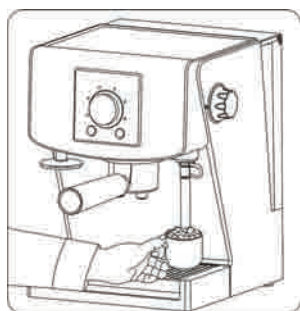

Рис. 8
- 10.6. Теперь размести сопло пара (10) в кувшине с молоком так, (Рис. 8), чтобы сопло находилось приблизительно 1/2 см ниже, чем поверхность молока и активируй спуск пара снова вращая регулятор пара (12) в позицию ☞, это значит переключить его в противоположную сторону от часовой стрелки так, чтобы символ ☞ совпал с обозначением на корпусе устройства.
- Сразу же закрой пар, когда молоко будет подогрето до уровня 60–65°C, вращая регулятор пара (12) в позицию **OFF**, это значит повернуть его в сторону по часовой стрелке так, чтобы символ **OFF** совпал с указателем на корпусе кофеварки.
- Удали кувшин. Сразу же протри сопло пара (10) и его наконечник при помощи чистой, влажной салфетки и сполосни маленьким количеством пара поступая аналогично, как в случае перед взбиванием молока.